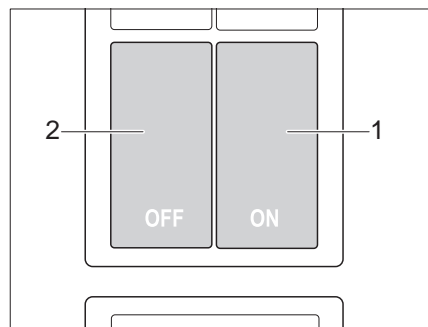

Bild 85 Schalter für Zentralverriegelung der Küchenbedienzeile
Die Küchenbedienzeile ist mit einer Zentralverriegelung ausgestattet. Die Klappen und Schubfächer des Küchenblocks lassen sich über den Schalter (Bild 85) manuell verriegeln und entriegeln.
- Schalter ON (Bild 85,1) drücken. Klappen und Schubfächer des Küchenblocks sind verriegelt.
- Schalter OFF (Bild 85,2) drücken. Klappen und Schubfächer des Küchenblocks sind entriegelt.